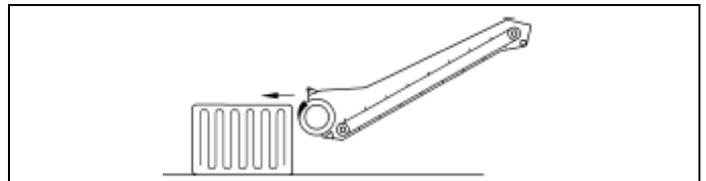

Abb. 7-3: Quaderballen aufnehmen
7. Entnahmearm gemäß Abb. 7-3 absenken und langsam vorwärts fahren, um das Futter aufzunehmen (s. Kap. 5.5.1 „Entnahmearm heben/senken“, Seite 144).